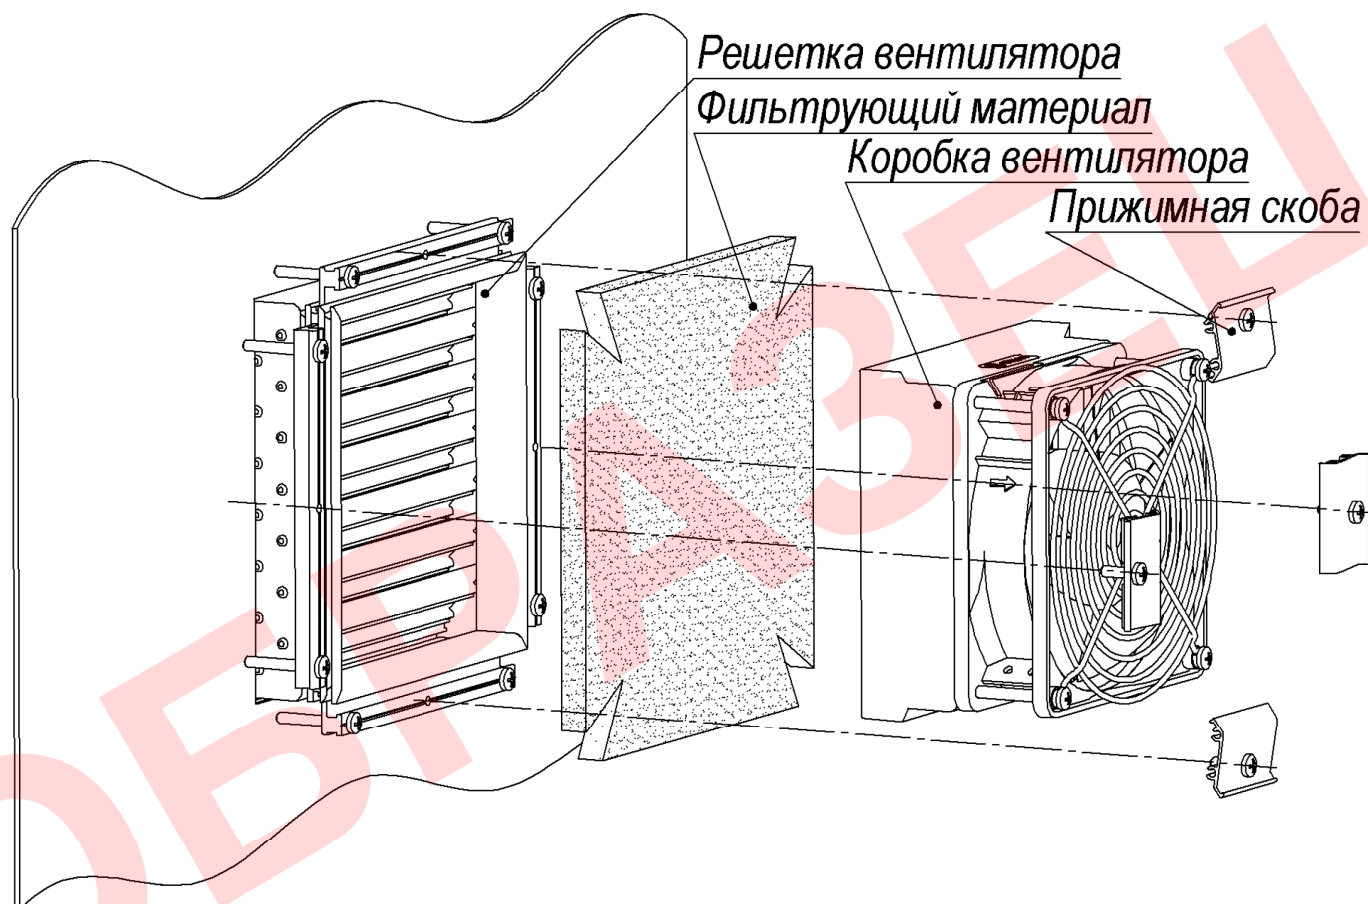

Рисунок 3 – Замена фильтрующего элемента ВТШ-70 (ФТШ-70)
**На зимний период** при достижении температуры окружающей среды  $0\pm 5^{\circ}\text{C}$ , в коробки вентилятора и фильтра (рисунок 3) установить зимние заглушки ВТШ-70 (ФТШ-70), входящие в комплект поставки.